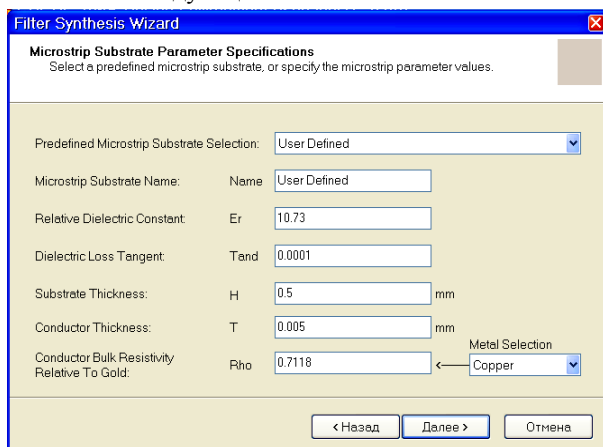

Рис. 7.54
8. В следующем окне рис. 7.54 вводятся параметры подложки. В поле **Predefined Microstrip Substrate Selection** можно ввести имя материала подложки из имеющихся в списке, щёлкнув по кнопке в конце этого поля. Оставьте значение этого поля по умолчанию, а параметры подложки введём вручную. Имя **Name** также можно оставить по умолчанию. В поле **Er** введите **10.73**, в поле **Tand** введите **0.0001**, в поле **H** введите **0.5** и в поле **T** введите **0.005**. В поле **Metal Selection** введите **Copper**, щёлкнув по кнопке в правом конце этого поля. Нажмите **Далее**.